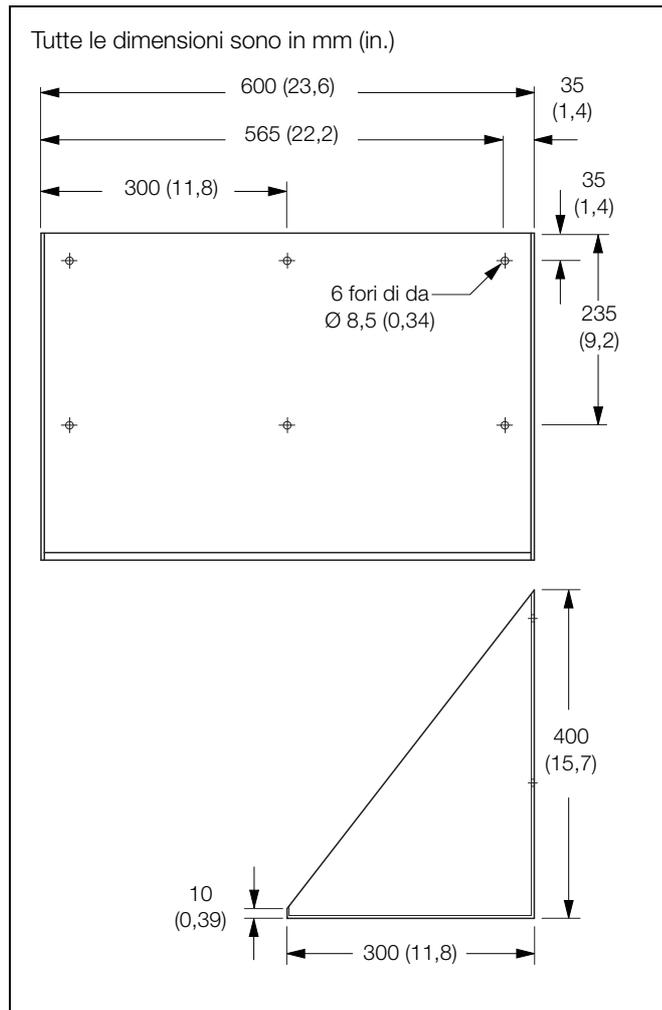

Fig. 4.3 Vassoio dei reagenti (opzione)
1. Marcare la parete utilizzando le dimensioni mostrate in Fig. 4.3.